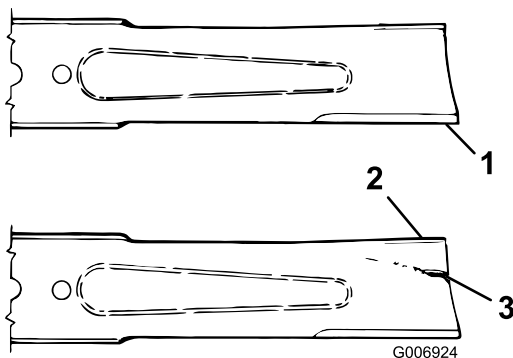

Bild 72
2. Prüfen Sie die Schnittkanten des Messers sorgfältig, insbesondere dort, wo die geraden Flächen die gebogenen berühren (**Bild 72**). Da Sand und anderes reibendes Material das Metall abschleifen kann, das die flachen mit den gebogenen Teilen verbindet, müssen Sie das Messer vor jedem Einsatz der Maschine prüfen. Tauschen Sie das Messer aus, wenn Sie eine Abnutzung feststellen (**Bild 72**); siehe „Entfernen des Schnittmessers“.
Wenn sich das Messer abwetzen kann, bildet sich ein Schlitz zwischen dem Windflügel und dem flachen Teil des Messers (**Bild 72**). Zuletzt kann sich ein Stück des Messers lösen und aus dem Gehäuse herausgeschleudert werden. Das kann zu schweren Verletzungen bei Ihnen selbst und Unbeteiligten führen.